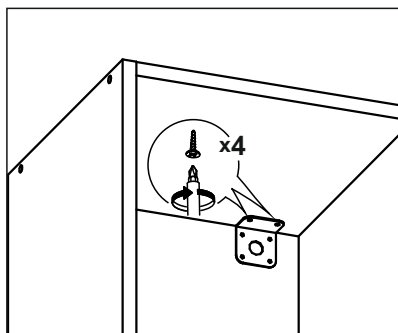

рис. 1
1. В соответствующие отверстия на вязках (2) установить шканты 8x50, затем присоединить перегородки (4) и (5)
2. В соответствующие отверстия на вязках (3) установить шканты 8x30 и присоединить их к перегородкам (5)
3. К получившейся конструкции евровинтами прикрутить боковины (1)
4. К одной из вязок (3) шурупами 3,5x16 прикрутить навес с пластиковой заглушкой для крепления к стене (рис. 1)